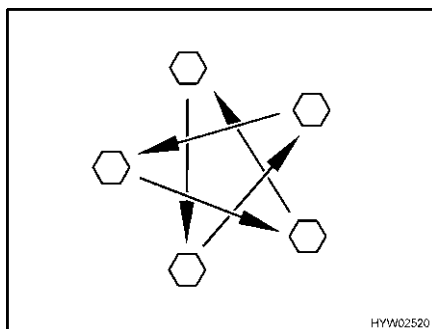

Fig. 212 Serrare a croce i dadi o i bulloni delle ruote
- Controllare regolarmente il serraggio dei dadi o dei bulloni. Regolare a croce (Fig. 212) il serraggio dei dadi o dei bulloni di una ruota sostituita dopo circa 50 km.
- ▷ Serrare a croce i dadi o i bulloni delle ruote (Fig. 212).